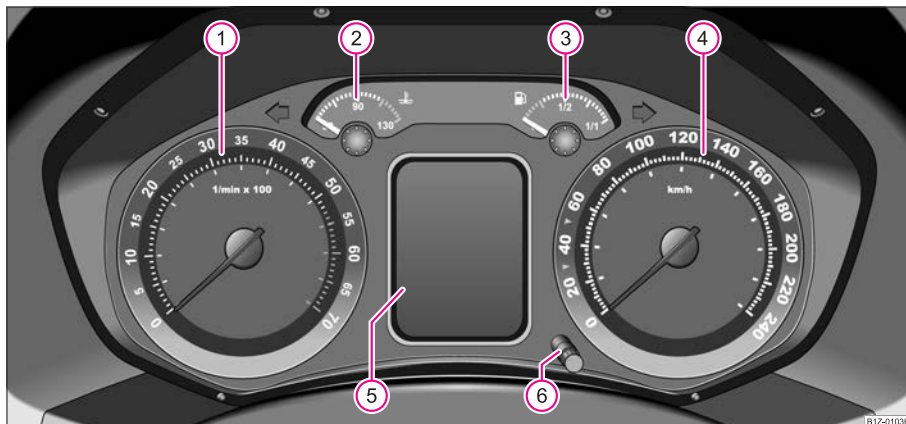

Fig. 2 Cuadro de instrumentos
El comienzo de la zona roja en el cuentarrevoluciones ① ⇒ fig. 2 marca el número de revoluciones máximo admitido para todas las marchas del motor rodado y a temperatura de servicio. Antes de alcanzar esta zona, Vd. debería cambiar a la marcha inmediatamente superior o elegir la posición **D** de la palanca selectora del cambio automático.
El indicador de la temperatura del líquido refrigerante ② ⇒ página 10, fig. 2 funciona sólo con el encendido conectado.
El indicador del nivel de combustible ③ ⇒ página 10, fig. 2 funciona sólo con el encendido conectado.
Pulsando brevemente el botón de reposición (6) ⇒ página 10, fig. 2 Vd. puede conmutar entre el contador parcial y el contador total del trayecto recorrido. A fin
- Conecte el encendido y pulse la tecla de reposición (6) ➔ página 10, fig. 2 durante más de 2 segundos.
Los indicadores de intervalos de mantenimiento también se pueden reposicionar mediante el botón de reposición (6) ➔ página 10, fig. 2 tal como se indica a continuación: